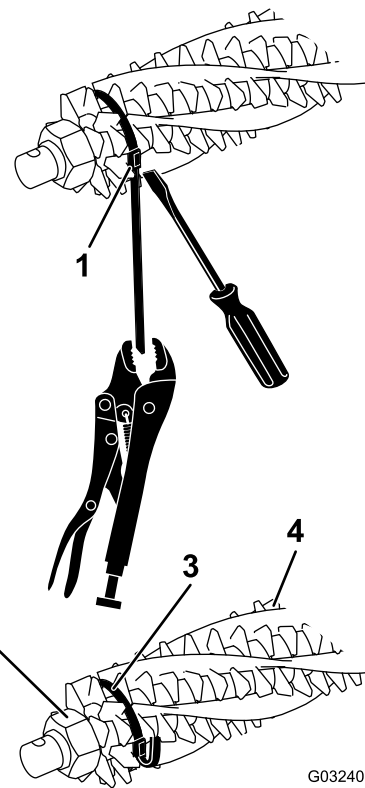
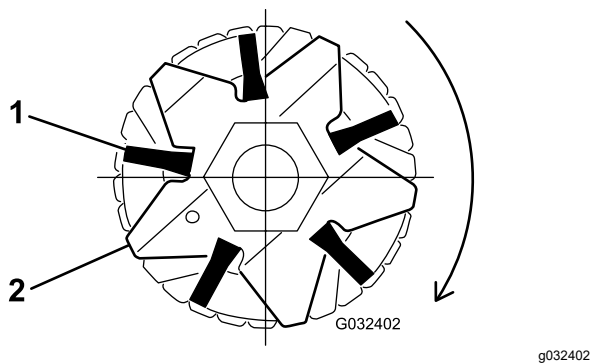

图 17
图 19
4. 检查刷子是否固定到疏草刀刀片插槽中 图 17 和 图 19。
2. 拧松疏草刀轴两端的疏草刀刀片锁紧螺母 图 17。
5. 宽松地缠绕箍带如 图 17 所示绕着疏草刀滚刀轴和刷子将箍带插入刷子的凹槽中 图 19。
注意 如果清扫机刷子未适当放入刀片插槽请拧松疏草刀轴两端的疏草刀刀片锁紧螺母在刀片插槽中适当调整清扫机刷子的位置然后再拧紧疏草刀刀片锁紧螺母 图 17。
7. 在沿着箍带扣推动螺丝刀时使用大力钳抓住每条箍带拉紧箍带直至其锁定到刷子凹槽中 图 17。